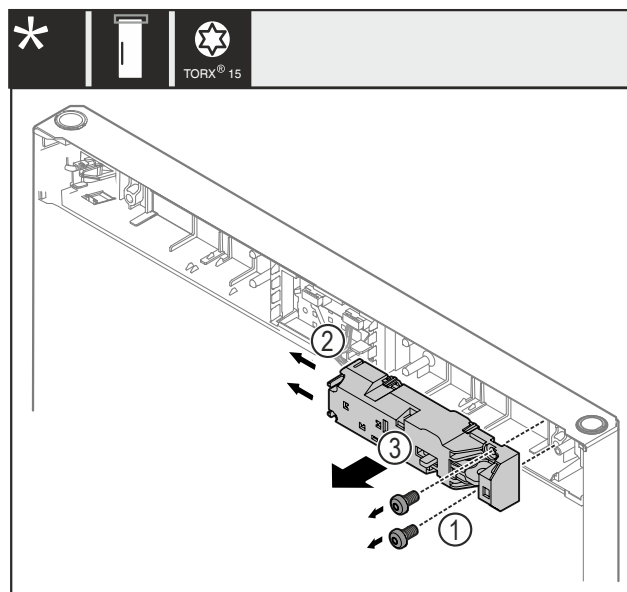

Fig. 20
- Távolítsa el a csavarokat Fig. 20 (1).
- Tolja oldalra a reteszelő bütyköket Fig. 20 (2), majd vegye le a zárat Fig. 20 (3).